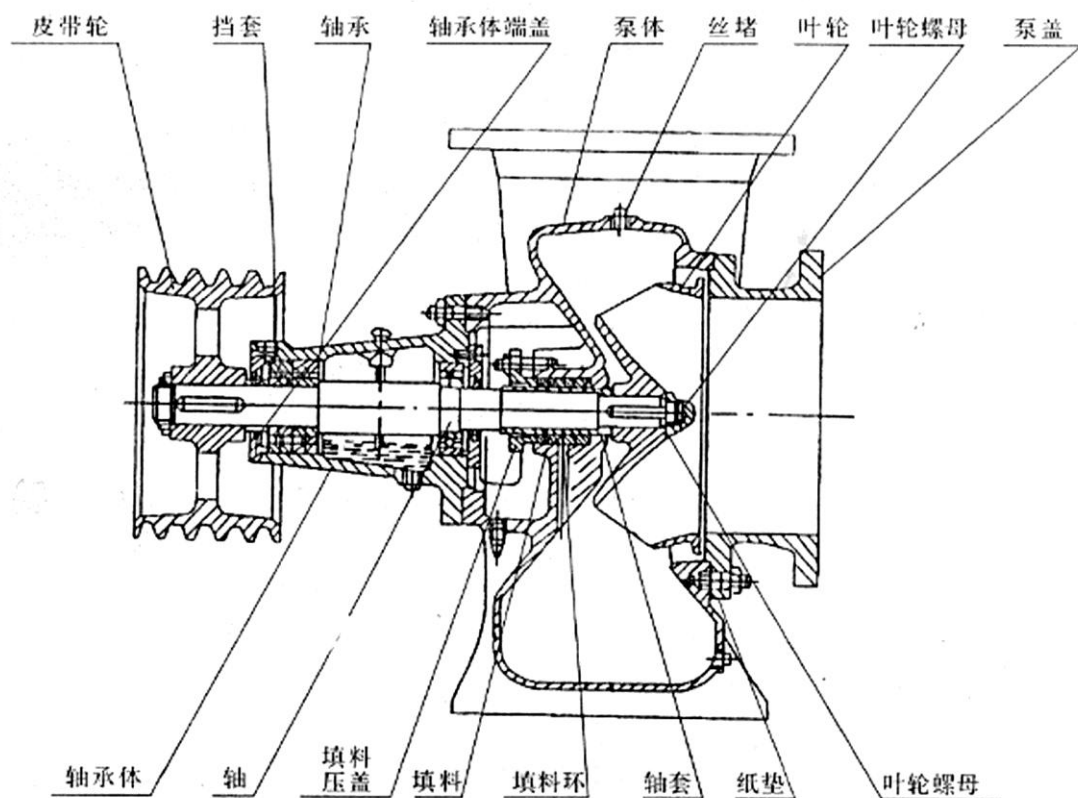
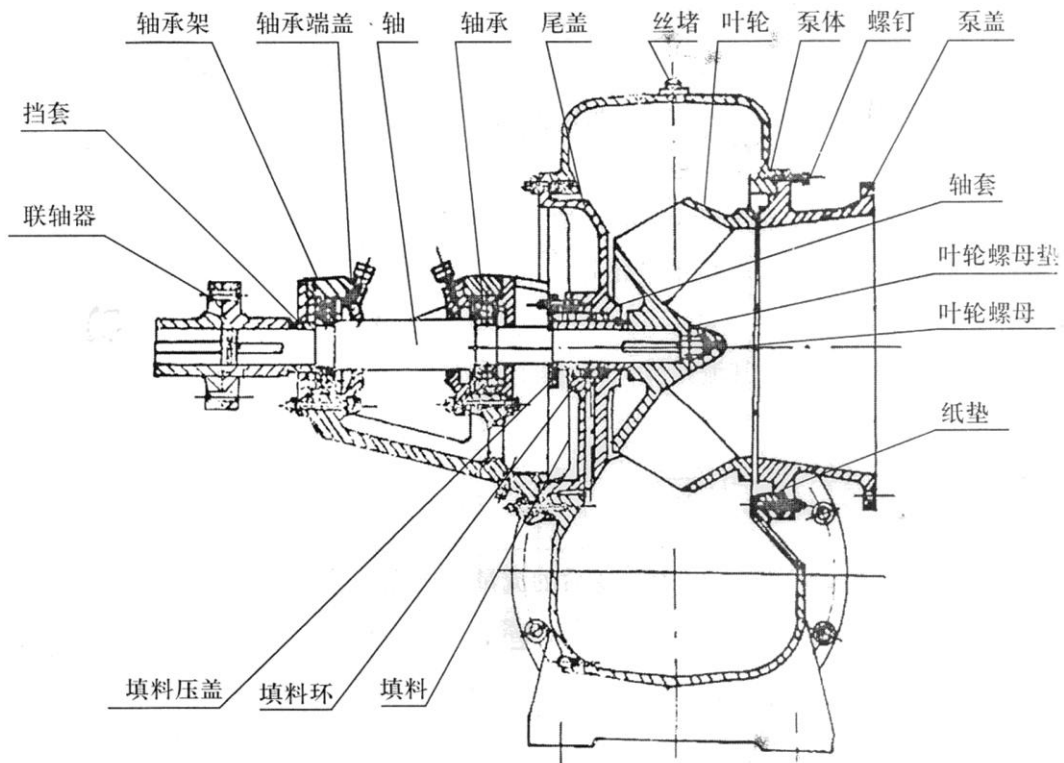

图1 100~350HW型泵结构图 (350HW-8泵有向上和水平两种出水型式)
图2 400-800HW型泵结构图 (650HW-5、-7、-10型泵的出水方向与图示相反——向泵进口看，叶轮为顺时针旋转)
1. HW型泵主要由泵盖、叶轮、泵体、泵轴、轴套及轴承体(口径≤350mm)或轴承架(口径≥400mm)等主要零件构成(图1、图2)。